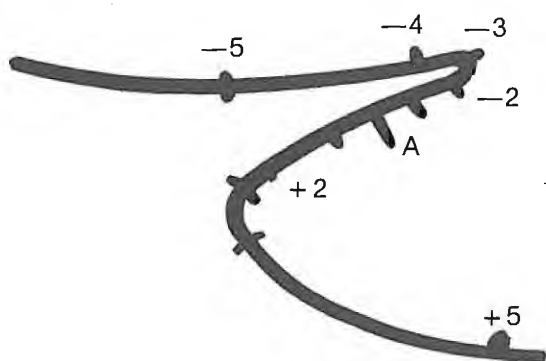

Fig. 5 - Il cursore riporta la curva dei sub-satellite points ossia la proiezione dei punti che uniscono il satellite col centro della terra vista sul terreno.
Anche questo cursore ruota attorno al polo nord, ma la traccia dei «sub-satellite points» non somiglia neppure lontanamente ad un arco di cerchio, semmai ricorda una *forcella* (fig. 5). Tale forma assimilabile con un po' di fantasia anche ad un curva di risonanza dipende dai parametri orbitali del percorso ellittico. Anche il cursore va
Fig. 6 - Il satellipse montato: si sovrappone alla mappa, il «cerchio di acquisizione» (fig. 4) copiato su trasparente ed il cursore di fig. 5 che ruota liberamente attorno al polo nord: ossia al centro della Mappa: qui l'Apogeo è a 305° long W ma l'antenna punta a circa 120° dell'ovale d'acquisizione. L'inseguimento 5 ore prima di (A) è iniziato con l'antenna puntata a 155°.